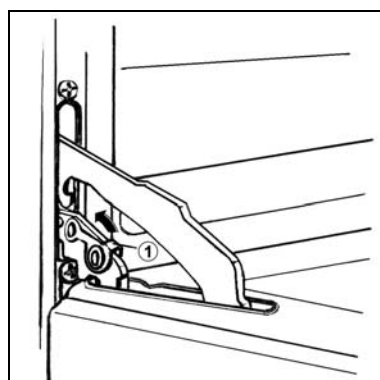

fig.7
- Rotiți cele două piese de blocare (1) pe brațul balamalei complet în sus (fig.7);